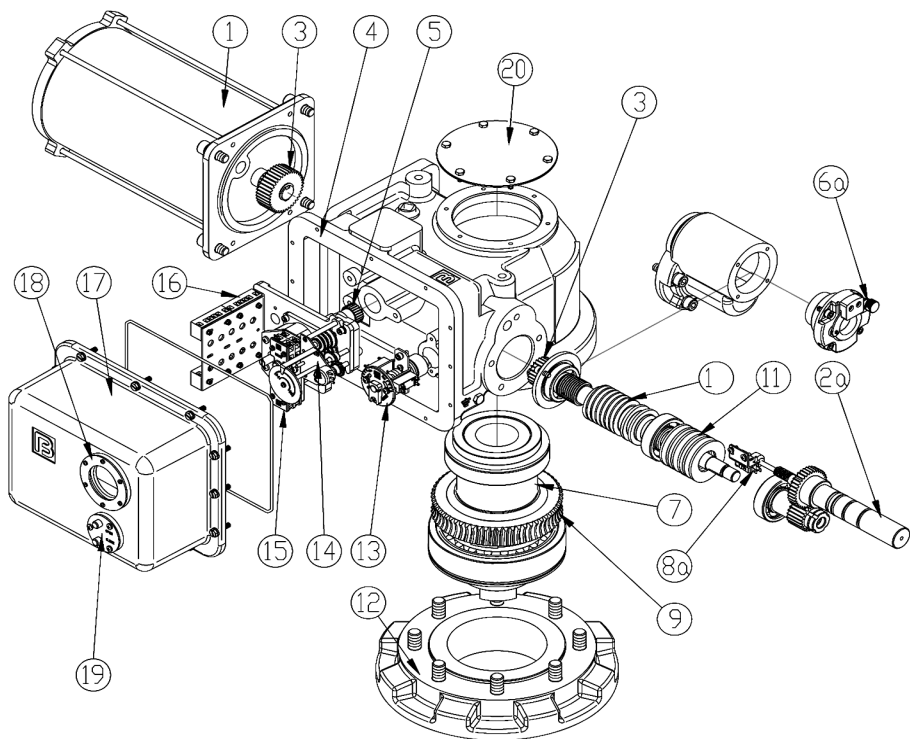

Рис. 5 Электроприводы серии ГЗ-В, ГЗ-Г, ГЗ-Д
2.2 Электроприводы серии ГЗ-В, ГЗ-Г, ГЗ-Д (рис. 5)